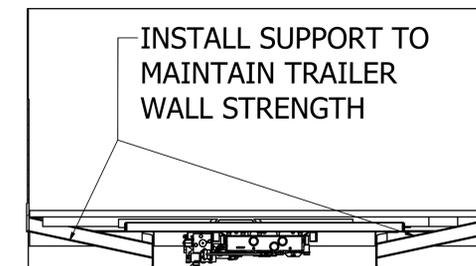

FIGURE 18: TRAILER WALL SUPPORTS
3. KEITH RECOMMENDS INSTALLING SUPPORT BEAMS THAT RUN FROM THE TRAILER WALL TO THE SUPPORT RAILS OR DRIVE FRAME IN THE DRIVE GAP AREA. THIS IS TO MAINTAIN THE STRUCTURAL INTEGRITY OF THE TRAILER WALLS (FIGURE 18). USE I-BEAM, TUBE, OR ANGLE.